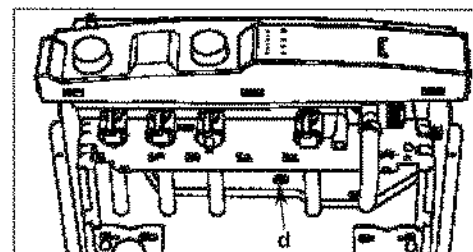
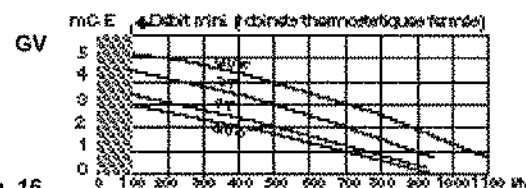

Fig. 15
Fig. 16
- Commutateur "2" à gauche : GV, courbes fig. 16, (réglage d'usine).
Agir sur la vis "d" (fig. 15) de réglage du by-pass, visible sous la barrette hydraulique (dévisser pour ouvrir) afin d'adapter la hauteur manométrique disponible aux pertes de charge de l'installation, selon les courbes des diagrammes **GV** ou **PV** (fig. 16 ou 17).